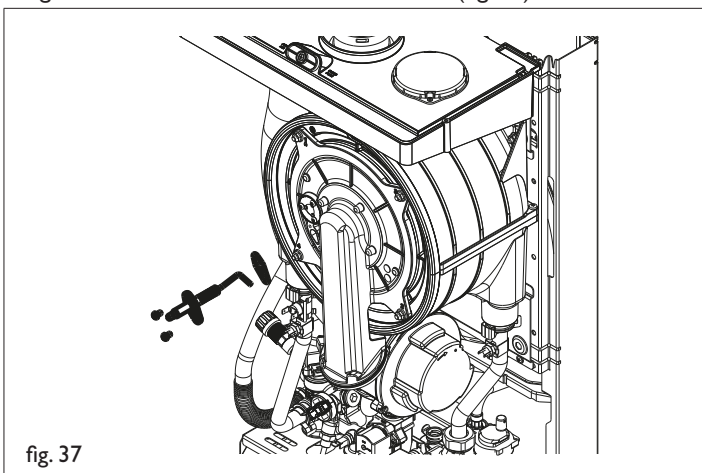

fig. 37
- Svitare le viti e rimuovere l'elettrodo, sostituire la guarnizione ad ogni eventuale sostituzione dell'elettrodo (fig. 37)